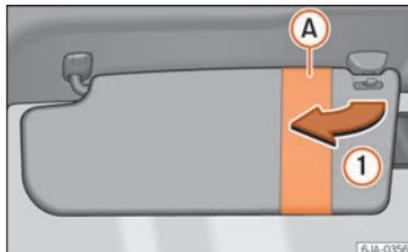
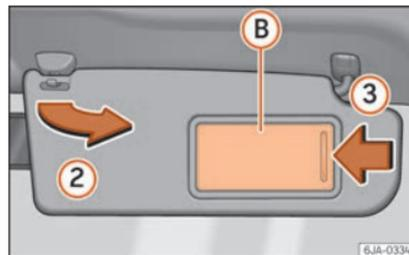

Abb. 138 Sonnenblende für den Fahrer
Abb. 139 Sonnenblende für den Beifahrer
Die Sonnenblenden für den Fahrer und Beifahrer können aus der Halterung in der Fahrzeugmitte herausgezogen und in Pfeilrichtung **①** **» Abb. 138** und **②** **» Abb. 139** zu den Türen geschwenkt werden.
Die Sonnenblende für den Beifahrer ist mit einem Make-Up-Spiegel **B** mit Abdeckung ausgestattet. Schieben Sie die Abdeckung zum Öffnen in Pfeilrichtung **③** **» Abb. 139**.